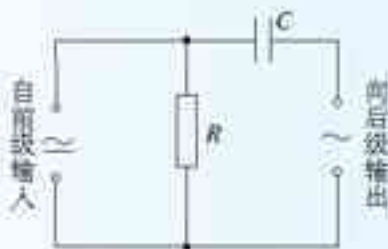

图 5.3-7 耦合电容
- 在电子技术中,声音、图像等信号都要变成交变电流来处理,微弱的信号电流往往需要经过几级放大,在某级放大之后,要把信号送到下一级,但两级的直流工作状态不能相互影响,这时可以在两级之间接入图 5.3-7 所示的电路,图中的电容称为耦合电容,说一说,这个电路怎样起到了“隔直流,通交流”的作用。